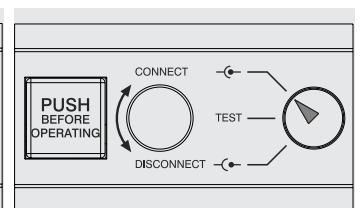

Abbildung 103
- Leistungsschalter in Betriebsstellung (siehe Abbildung 103)